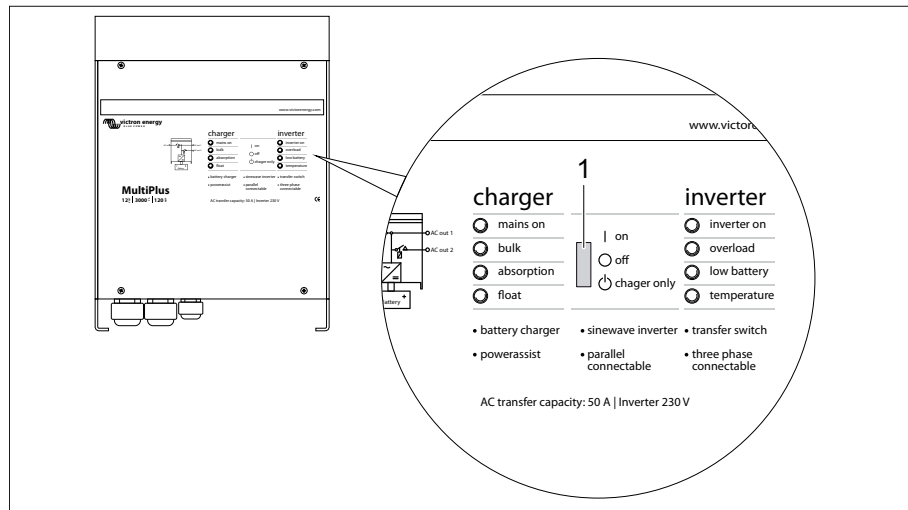

Fig. 223 Convertidor MultiPlus
Para el buen funcionamiento del Panel Digital Multi Control, el interruptor oscilante en el convertidor MultiPlus (Fig. 223,1) debe estar en "on".
Posiciones del interruptor oscilante (Fig. 223,1)
- ▷ Si no hay ninguna conexión de 230 V y el vehículo ya no se utiliza, el interruptor oscilante (Fig. 223,1) debe estar en "off". De lo contrario, puede ser que las baterías estén agotadas después de 3-4 días.